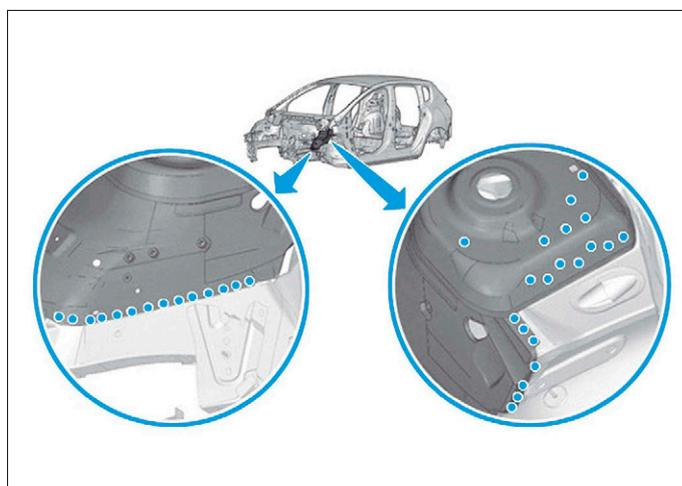

FIG. 38
- Souder par points bouchons MAG (Fig.38).